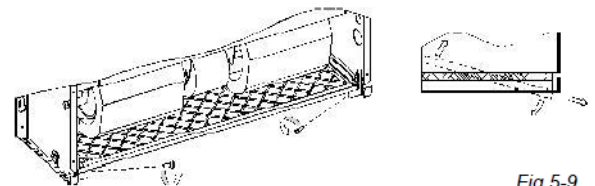

Fig.5-9
- 1) Til een zijde van het luchtinlaatrooster op en druk de andere zijde naar beneden, en schuif het rooster dan in de richting die de pijlen aangegeven, zoals in Fig. 5-9.